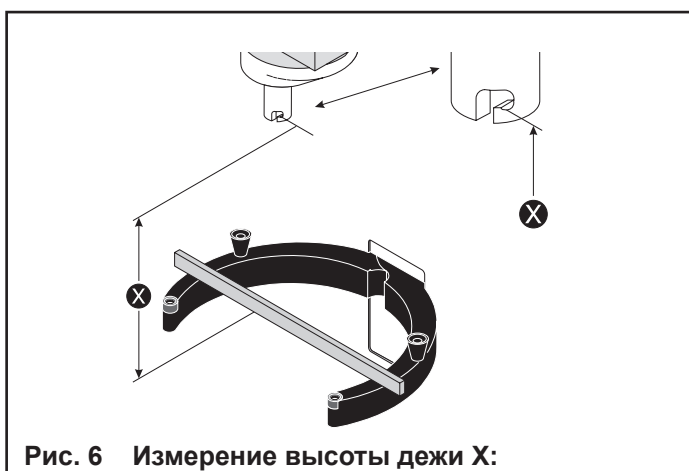

Рис. 6 Измерение высоты дежи X:
Расстояние (X) следует измерять от нижней части байонетного отверстия до поверхности захватов, на которые опирается дежа (рис. 6). Захваты дежи должны быть подняты в нормальное рабочее положение.
Верхнее и нижнее положения дежи определяются микровыключателями (1) и (2) (Рис. 6а).
Рис. 6а Регулировка высоты дежи: